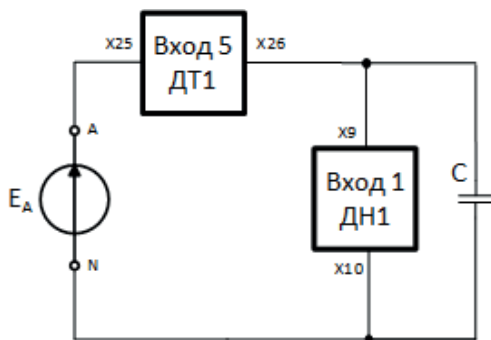

Рис.12
3.7. Собрать электрическую цепь для исследования цепи переменного тока, содержащей только конденсатор (рис. 12).